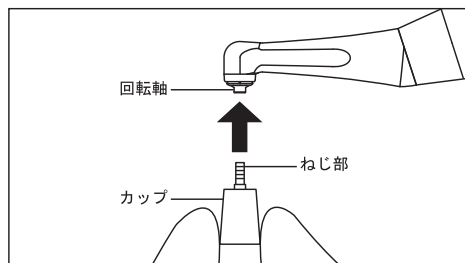

図 3
- 1) カップまたはブラシを軽くつまみ、コントラングルヘッドの回転軸にねじ部を押し込み、軽く締まるまで時計回り方向にねじ込みます。最後にモータハンドピースを低速で正回転させ、ねじ部が入りきったところでカップまたはブラシから指を放します。(図3)